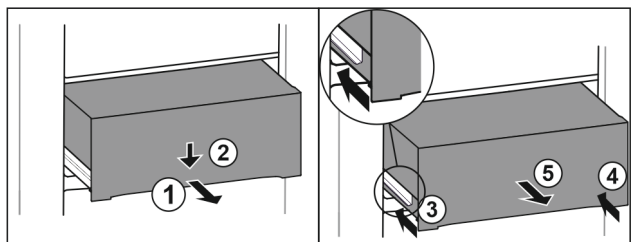

Fig. 144
- ▶ Vytiahnite zásuvku do polovice. Fig. 144 (1)
- ▶ Zatlačte zásuvku na prednej strane smerom nadol. Fig. 144 (2)
- ▶ Zasuňte ľavú koľajničku o cca 2 cm. Fig. 144 (3)
- ▶ Zasuňte pravú koľajničku o cca 2 cm. Fig. 144 (4)
- ▶ Odoberte zásuvku dopredu. Fig. 144 (5)